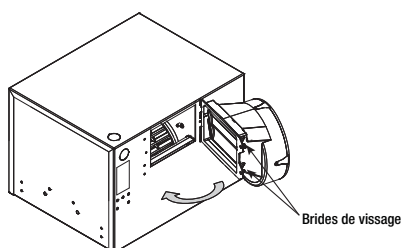

Figure 5 — Pivotement du raccord de gaine
2. Rabattre le raccord de gaine pour placer les brides de vissage contre le caisson, comme sur la Figure 5.